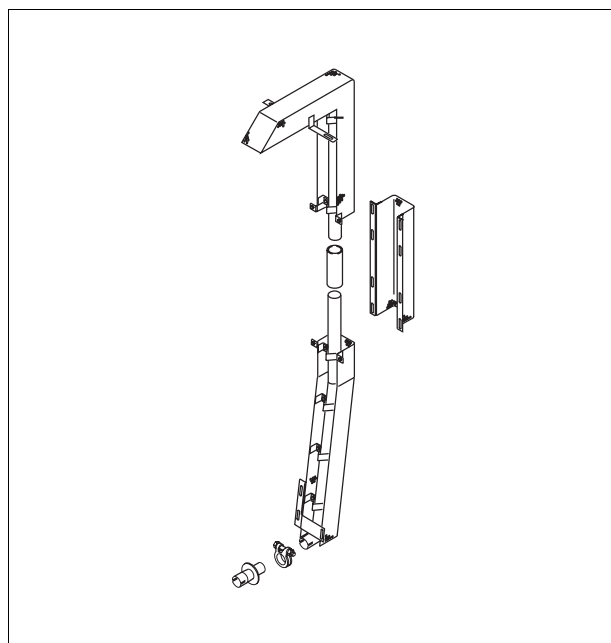

Bild 34
2.2.1.6 Abgaskamin (Bild 34)
Heizgerät überhitzt	Heizluftführung auf freien Durchgang prüfen Temperaturbegrenzer rückstellen (auf Gummimembrane drücken, siehe Bild 34) Heizgerät kurz Aus- und noch einmal Einschalten
Nach Beseitigung der Störursache erfolgt die Störentriegelung durch Ausschalten und erneutes Einschalten des Heizgerätes. Im Überhitzungsfall muß der Knopf des Temperaturbegrenzers (auf Gummimembrane drücken - Bild 34) zurückgestellt werden.